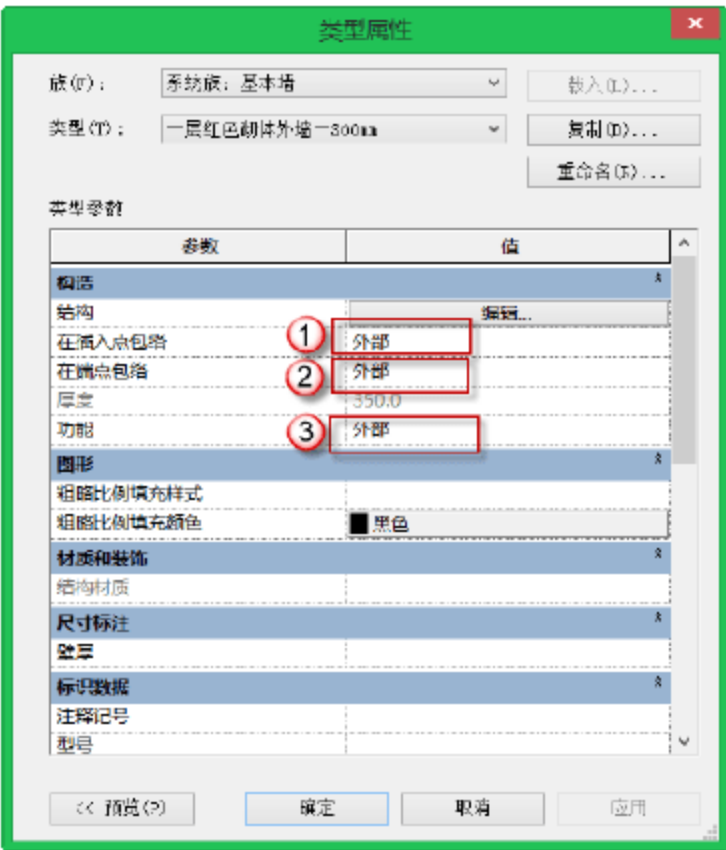

图 10.1.11 编辑“包络”
(10) 编辑“包络”。在“类型属性”对话框中，选择“在插入点包络”后的参数“不包络”→“外部”，再选择“在端点包络”后的参数“无”→“外部”，选择功能参数后的“无”→“外部”，如图 10.1.11 所示。